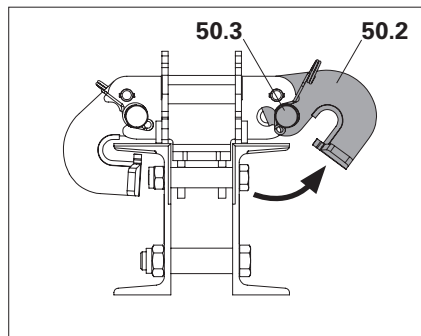

Fig. D5.02
3. Ripiegare verso l'alto i pattini di guida (50.2). (Fig. D5.02 + D5.02a)